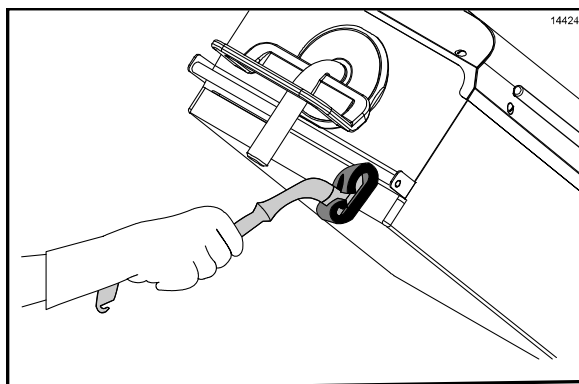

Рисунок 33
15. Нанесите **моющий высокотемпературный раствор для гриля "Макдональдс" (HTGC)** на переднюю часть верхних плит, начиная с правой верхней плиты (по направлению к левой верхней плите). (См. рис. 33)